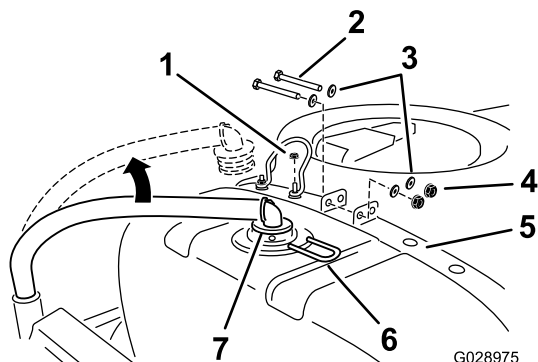

Figura 7
4. Desconecte la manguera de suministro en la parte trasera y superior del depósito principal (Figura 7).
5. Retire el pasador de horquilla que sujeta el acoplamiento, y retire la manguera (Figura 7).
7. Retire la contratuerca interior que sujeta el seguro de la tapa del depósito al fleje trasero izquierdo (Figura 7).